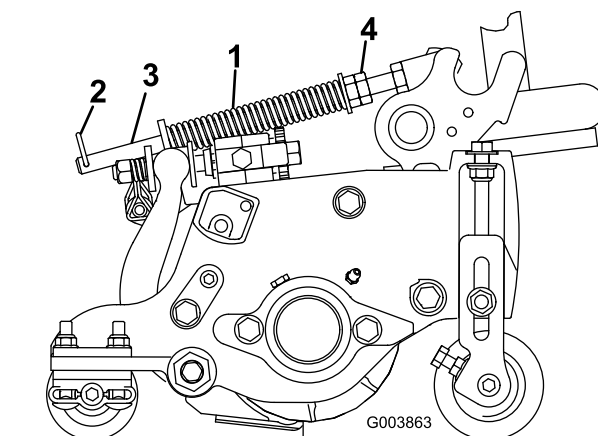

Figura 17
- Aperte as porcas sextavadas na extremidade dianteira da haste da mola até que o comprimento da mola em compressão seja de 15,9 cm (Figura 17).
Nota: Se tiver de remover unidade de corte da máquina, mova o contrapino do gancho para o furo frontal na haste da mola (Figura 17). Certifique-se de que a parte posterior do contrapino do gancho foi movido para o furo traseiro da haste da mola depois de a unidade de corte ser reinstalada na máquina.
- Certifique-se de que o contrapino do gancho está instalado no orifício traseiro na haste da mola (Figura 17).